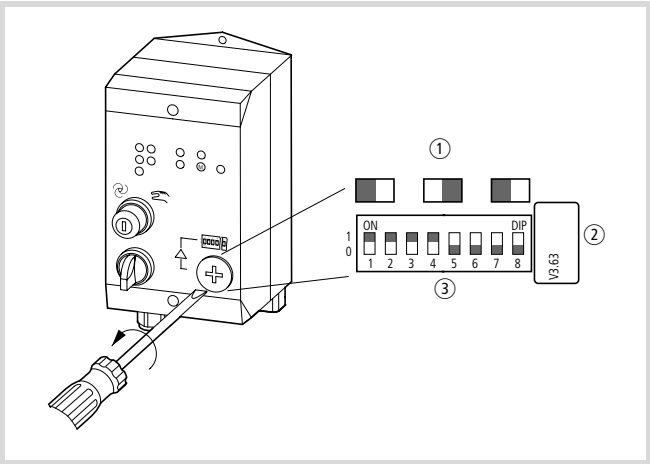

Figure 81 : Codeur DIP/cavaliers à partir de la version 2.1
Après activation du cavalier correspondant ou du codeur DIP (→ figure 81, 82), le seuil inférieur de courant est surveillé sur les trois phases. Cela permet de détecter les déséquilibres et les manques de phases. Si le courant descend, sur au moins une phase, au-dessous de 35 pour cent de la valeur réglée (→ tableau 4, page 72), une signalisation de défaut groupée est générée et le contacteur est coupé. Les valeurs de courant supérieures à 40 pour cent de I_n ne déclenchent pas la surveillance du seuil inférieur de courant. Après un ordre « Reset », le RA-MO peut être aussi bien commandé en mode manuel qu'automatique.
Pour pouvoir lire l'état de diagnostic (cavalier de gauche en position droite → figure 81 ou DIP avec pôle 10 = 1 à partir de la version 2.2), l'automate programmable doit envoyer la combinaison de bits de paramètres « 111 » à l'aide de WRITE P. Le démarreur-moteur envoie alors l'état de diagnostic en réponse (→ tableau 2). Si aucun diagnostic n'est présent, il envoie la combinaison de bits « 111 ».
2) Les chiffres d'information se trouvent près des cavaliers, → figure 81
→ Pour pouvoir effectuer ce réglage, le cavalier situé à droite doit se trouver sur la position de gauche (→ fig. 81).